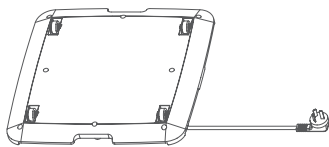

Figura 10
7. Puxe o cabo de alimentação diretamente da parte de trás (Figura 10). NÃO o enrole nem o faça passar por baixo do purificador de ar. Evite bloqueios e obstruções (Figuras 11 e 12).